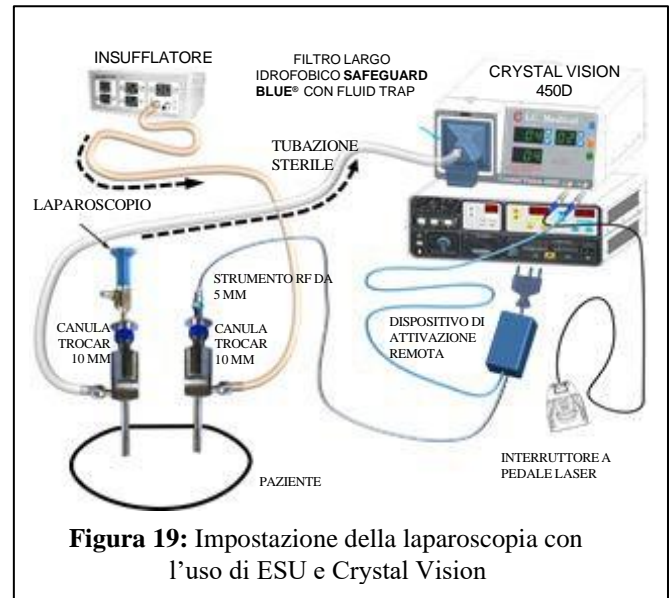

Figura 19: Impostazione della laparoscopia con l'uso di ESU e Crystal Vision
5. IL FLUSSO dell'insufflatore dovrebbe essere impostato al massimo e la pressione dovrebbe essere impostata in base alle esigenze del chirurgo. Riferirsi alla Figura 19.